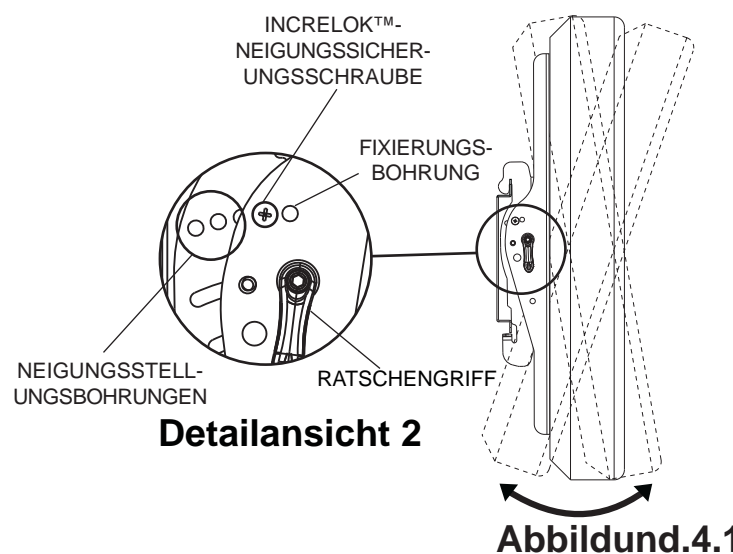

Abbildung. 4.1
**Ratschengriff:** Lösen Sie den Ratschengriff (in Schritt 3 wird die Spannungseinstellung mit dem Griff erläutert). Drücken oder ziehen Sie an der Ober- bzw. Unterkante des Bildschirms, um die Neigung wie in Abbildung 4.1 dargestellt einzustellen. Die maximale Neigung beträgt 15° nach vorne bzw. 5° nach hinten.